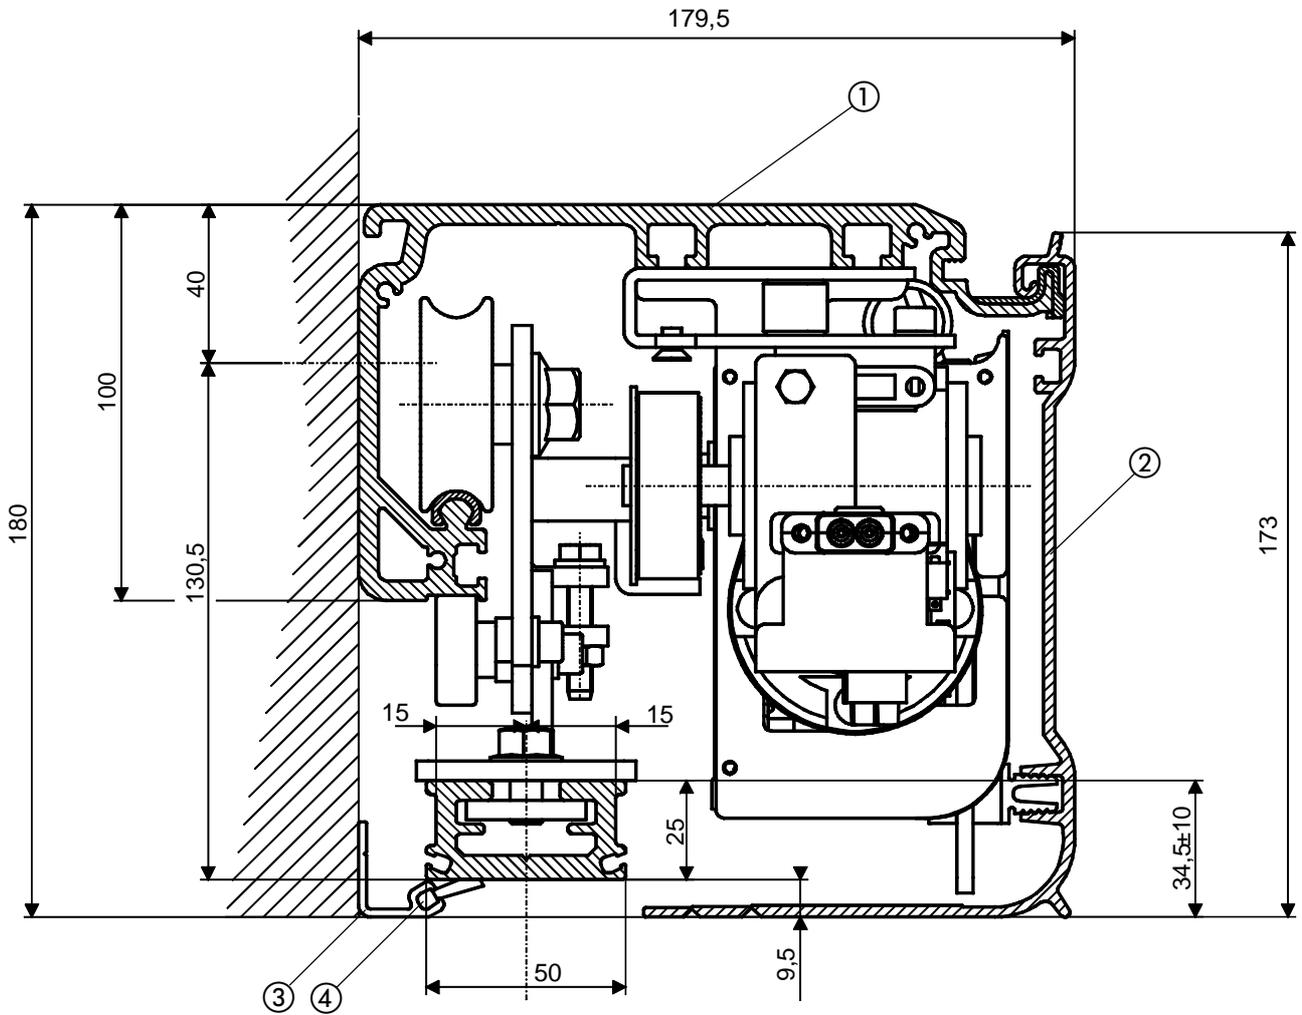

Abb. 2
SM-Profil (Abb. 2 - Bez. ①)
Frontabdeckung (Abb. 2 - Bez. ②)
Schließprofil (Abb. 2 - Bez. ③)
Bürste für Schließprofile (Abb. 2 - Bez. ④)